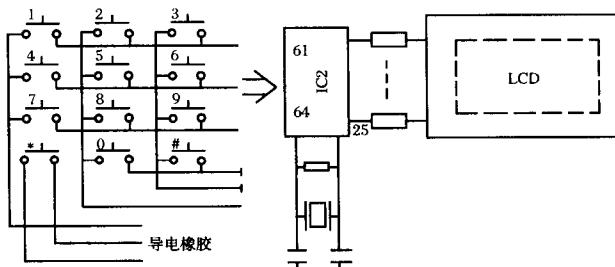

图 1.1
**【例1】** HA6188 话机无液晶显示，其他正常（图1.1）。